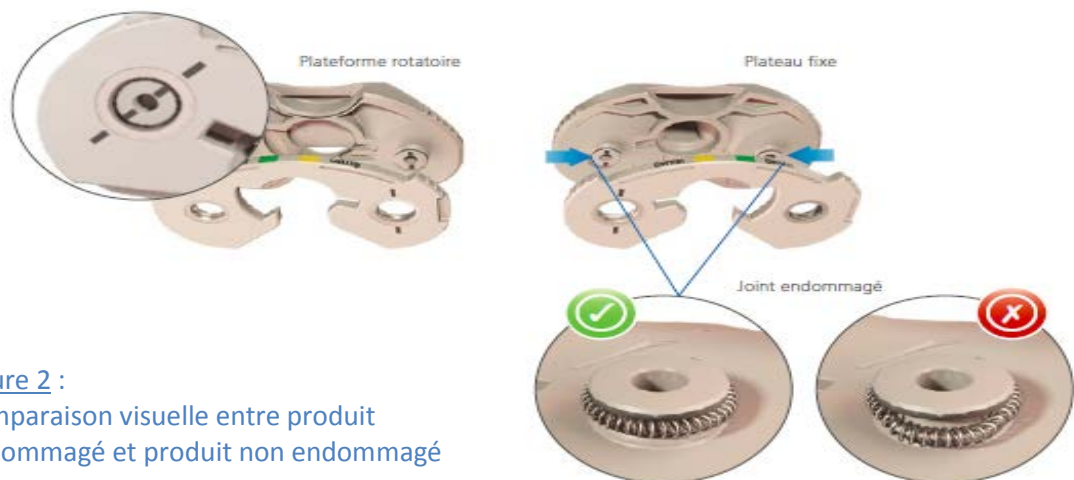

Figure 2 :
- a. Contrôler les éventuelles altérations du joint. En cas de dommage, remplacer le composant. Voir Figure 2.